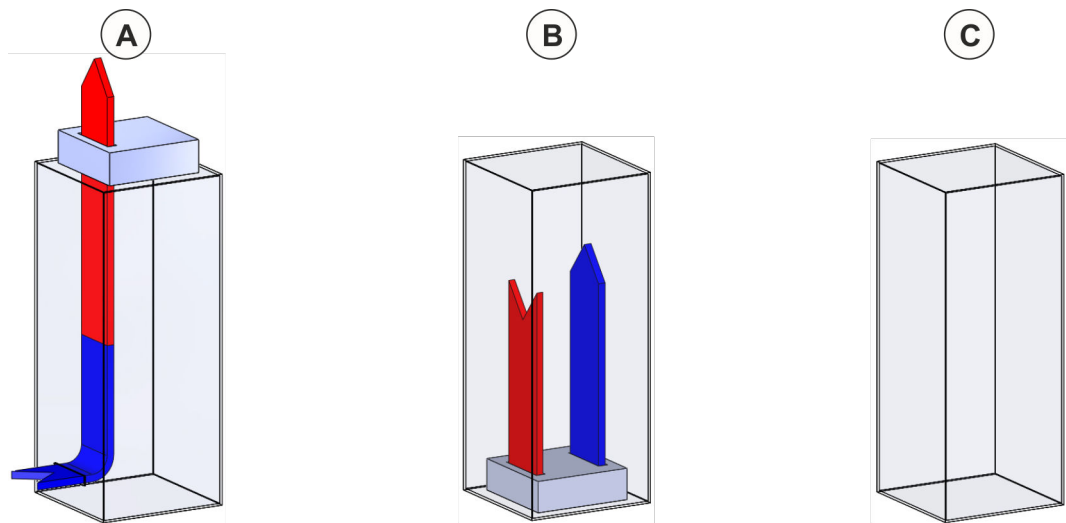

Abb. 17: Kühlkreislauf Schaltschrank
- Einsatz nur in geschlossenen Schränken. Wenn Kühlgeräte eingebaut sind, sicherstellen, dass kein Luftaustausch mit der Umgebungsluft stattfindet (Abb. 17).